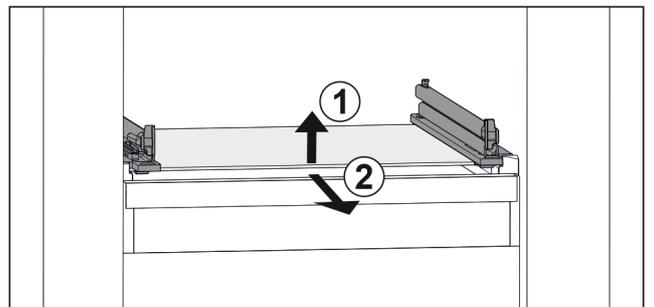

Fig. 77 Приблизне відображення скляної пластини
- ▶ Підняти скляну пластину спереду. Fig. 77 (1)
- ▶ Вийняти скляну пластину рухом вперед. Fig. 77 (2)